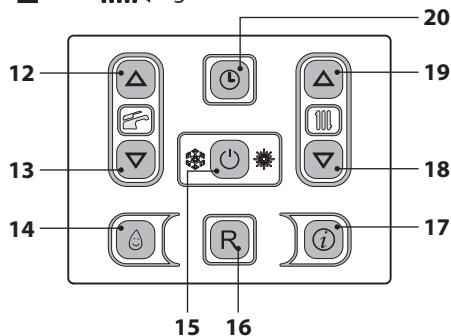

Figura 2.5
Entrare in "modalità programmazione" tenendo premuto per 5 secondi il tasto 20 (Figura 2.5) fino a far apparire sul display il simbolo .
Agendo sui tasti 18 (diminuzione) e 19 (aumento) Figura 2.5 è possibile impostare i valori di ora, giorno e data, agendo sui tasti 12 e 13 è possibile passare da un parametro all'altro. Premendo brevemente il tasto 20 verranno memorizzati i valori impostati e nel display comparirà la scritta **OK** di conferma (Figura 2.3).
- Tenere premuto per 2 secondi il tasto 15 fino a far apparire sul display entrambe i simboli  e  Figura 2.5.